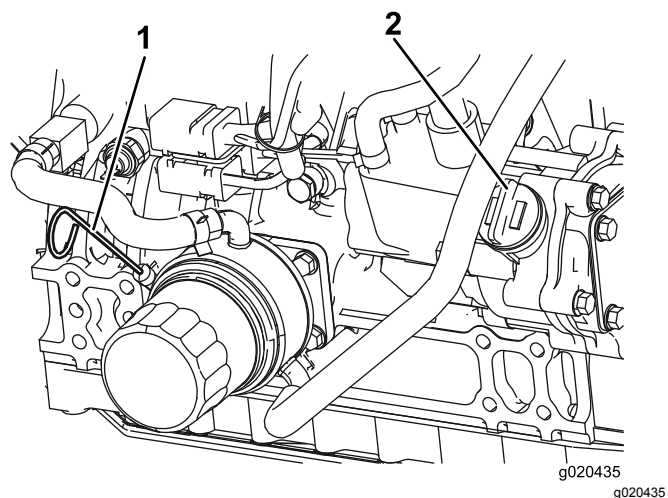

Figure 55
3. Sortez la jauge, essuyez-la sur un chiffon propre, replacez-la dans le goulot de remplissage, puis ressortez-la. Le niveau d'huile doit se situer entre les repères minimum et maximum (Figure 55).
4. Si le niveau d'huile est trop bas, retirez le bouchon de remplissage (Figure 55) et faites l'appoint d'huile jusqu'à ce que le niveau se situe entre les repères minimum et maximum. **Ne remplissez pas excessivement.**